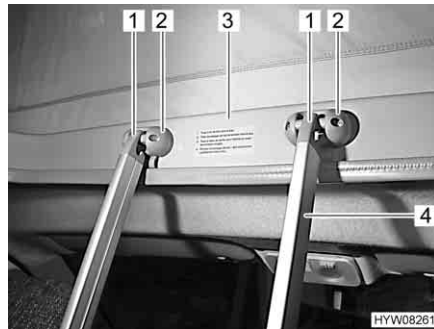

Fig. 36 Scaletta di accesso
Per accedere al letto sul tetto a soffietto utilizzare sempre la scaletta di accesso (Fig. 36,4) montata di serie.
- Agganciare la scaletta con i due archetti (Fig. 36,1) nelle graffe (Fig. 36,2) del telaio (Fig. 36,3) del tetto a soffietto.